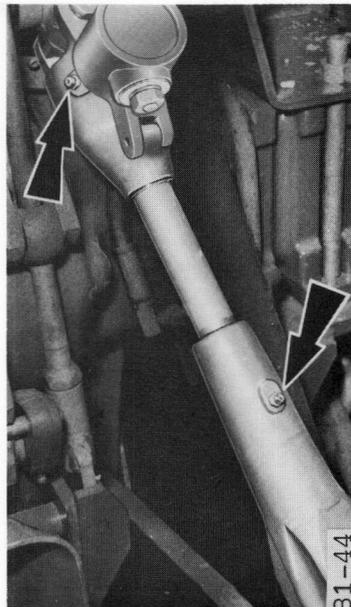

Fig. 5
- Fig. 5 – Tirants de relevage et boîtier de manivelle d'aplomb.
Effectuer la vidange lorsque le moteur est chaud, déposer le bouchon (fig. 5) du carter moteur, le tracteur étant placé sur un sol horizontal.